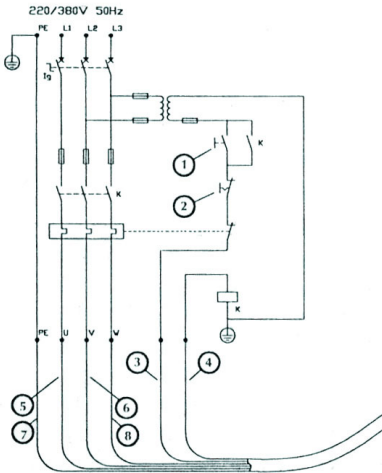

Abb.13
- b) Die Drehstromausführung der Pumpen CT verfügt über ein dreipoliges Stromversorgungskabel mit Masse, zu dem zwei Drähte mit geringerem Querschnitt in den Farben Weiß und Grau hinzugefügt wurden, die an im Motor befindlichen Thermoschutz angeschlossen sind (Abb. 13).
### 13 Anschlusschema 3-Phasen-Motor (Abb. 13)